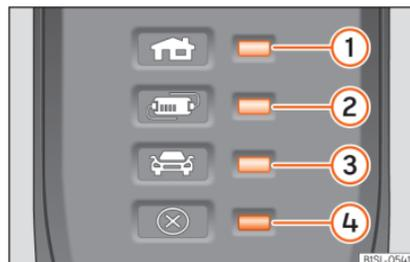

Fig. 221 No cabo de carregamento para tomadas de corrente: Luzes de controle do dispositivo de proteção.
»» Fig. 221:
»» Fig. 221 faz com que o conector de carregamento permaneça sem corrente até se ligar na tomada de carregamento do veículo.
Uma ou várias luzes de controlo »» Fig. 221
Indicação »» Fig. 221	Significado
»» Fig. 221 ①, ② ou ③ o indicador de funcionamento, há uma avaria.